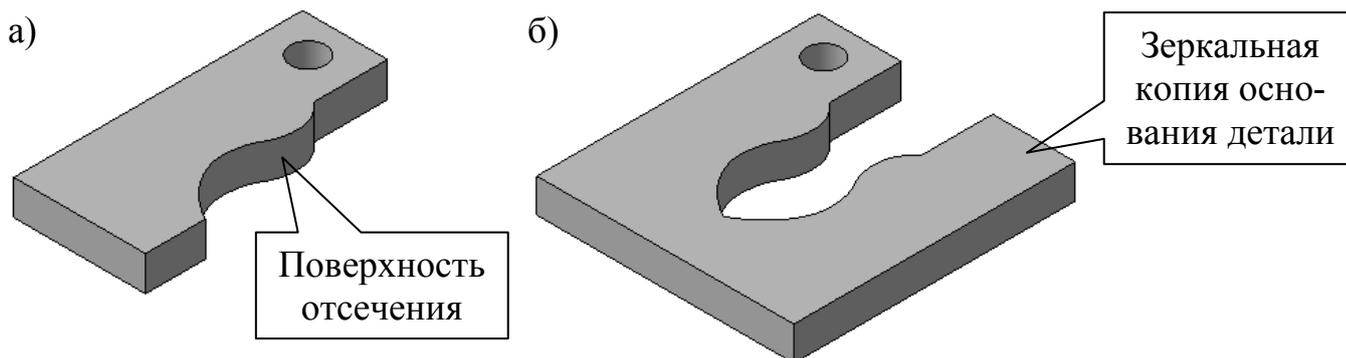

Рис. 12
9. Каким образом в системе КОМПАС-3D 9.0 должна быть построена поверхность отсечения трехмерной модели детали (см. рис. 12, а), чтобы, в результате использования операции **Зеркальный массив**, стало возможным создание копии основания этой детали относительно плоской грани поверхности отсечения (см. рис. 12, б)?